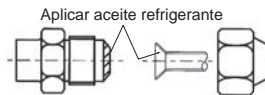

Fig. 7-2
- (3) Aplique aceite refrigerante en la superficie abocardada. (Fig. 7-2)